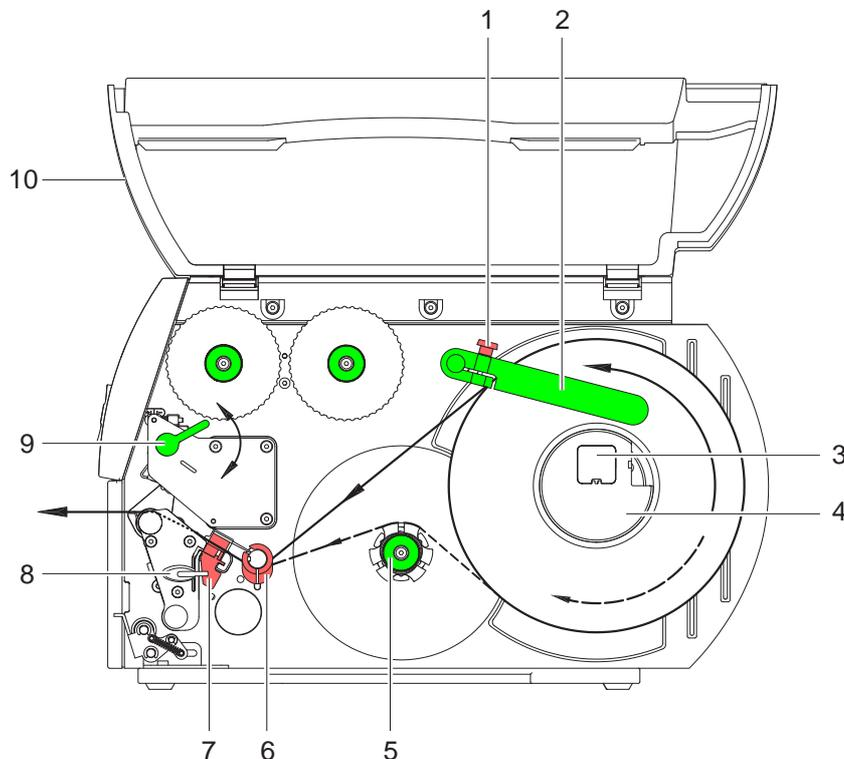

Fig. 5: Colocar los rollos de etiquetas
i Para los ajustes y montajes sencillos emplear la **llave hexagonal** suministrada que se encuentra en la parte inferior de la unidad de impresión. Vea fig. 5, posición 8. No se necesitan otras herramientas para los trabajos aquí descritos.
- ⇒ Girar la palanca (fig. 5, pos.9) en el sentido de las agujas del reloj para bloquear el cabezal de impresión.